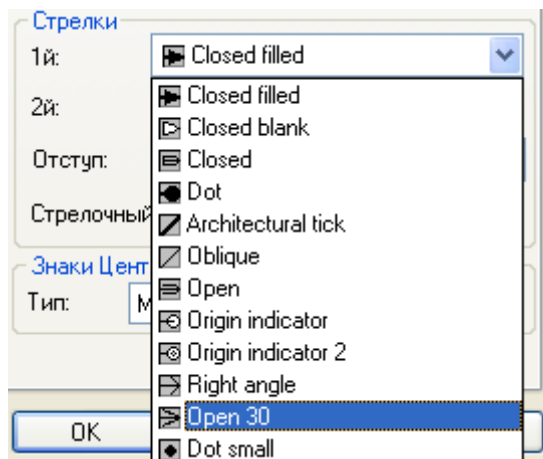

Рис. 35. Выбор типа стрелок
4. Раскрыть список **Стрелки** и в нём выбрать **Open 30** (Рис. 35).